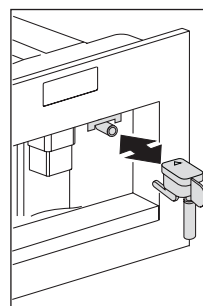

Fig. 13
- ▶ Asegúrese de que el surtidor de agua está en su lugar y fijado a la boquilla (Fig. 13).